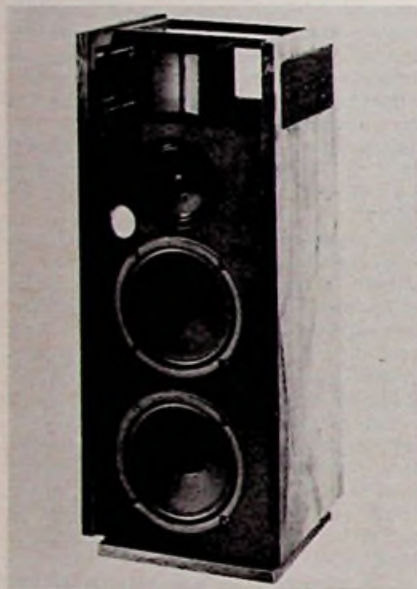

Afb. 5. Nakamichi TT 1000 cassette-recorder, uiterst professioneel.
*Transtec* kwam ook al met veel en belangrijk nieuws. De *KEF RR104* geluidswaergever werd op de HiFi '74 voor het eerst aan het publiek getoond en gedemonstreerd. Verder was de introductie in Nederland van de *Nakamichi* cassette-recorders een interessant gebeuren. Zoals wellicht bekend is, hebben deze recorders als een der zeer weinigen aparte opneem- en weergeefkoppen. Naband-afluistering is hierdoor dus mogelijk. Er zijn momenteel 2 modellen: de *Nakamichi 700* (afb. 4) en de *Nakamichi 1000* (afb. 5). Overigens is het klasse-apparaat uit